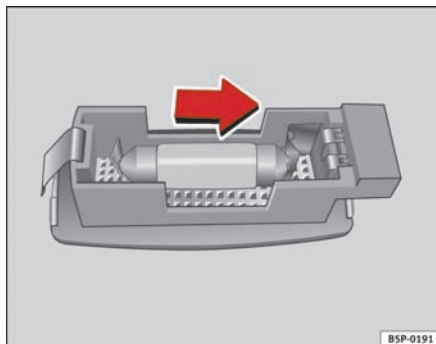

Fig. 172 Afmontering af lampe i solskærm
- Vip forsigtigt lampens glas ud med en skruetrækker, som vist med pilen ⇒ fig. 172.
- Tag pæren ud i pilens retning ⇒ fig. 172.